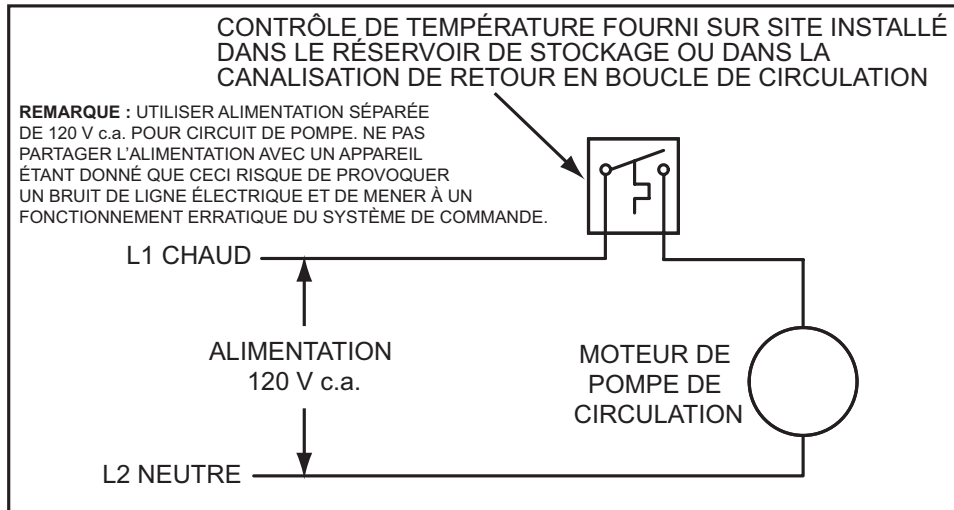
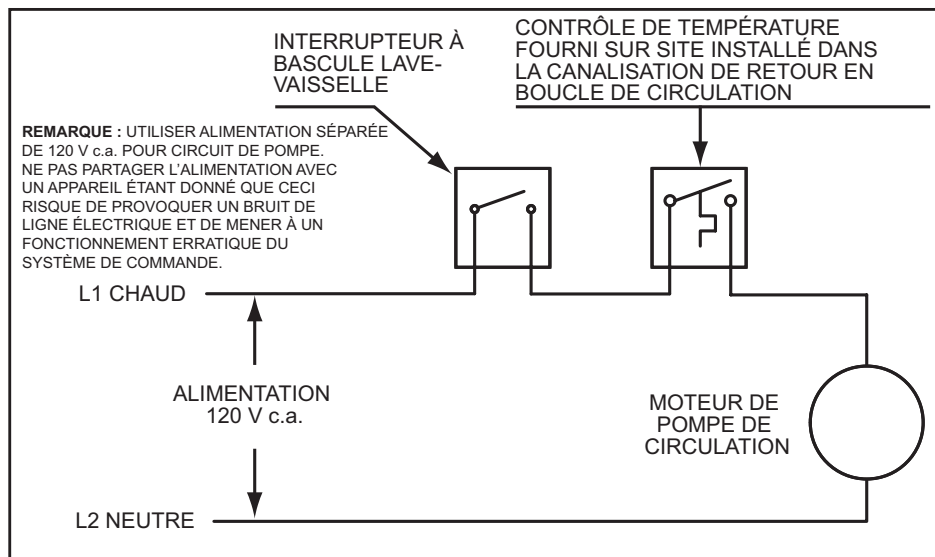

Figure 68
Figure 69
6. Si une pompe est installée entre un chauffe-eau et un réservoir de stockage ou sur un circuit bouclé de recirculation d'un bâtiment conformément à la Figure 68 à la page 67.
7. Si une pompe est installée dans un circuit bouclé de recirculation entre le chauffe-eau et un fil de lave-vaisselle commercial conformément à la Figure 68 ou Figure 69 à la page 67.